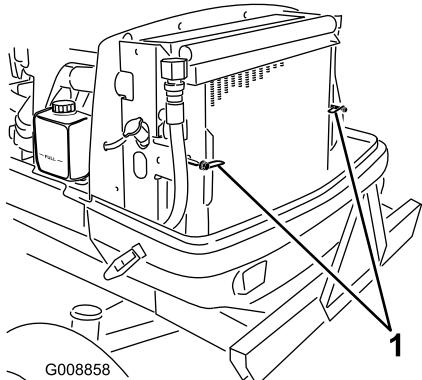

Figura 73
2. Gire los enganches (Figura 73) que sujetan el enfriador de aceite al bastidor.